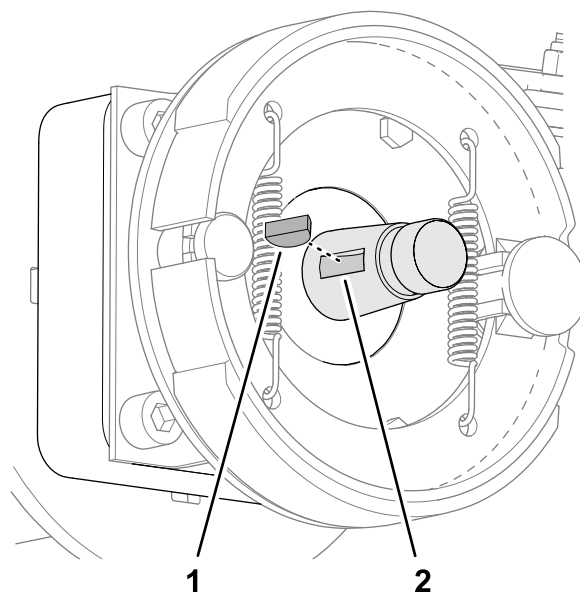

Bild 66
5. Entfernen Sie die Passfeder von der Radmotorwelle (Bild 66).